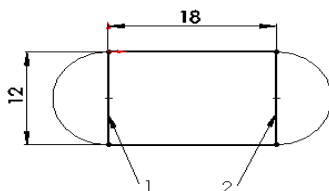
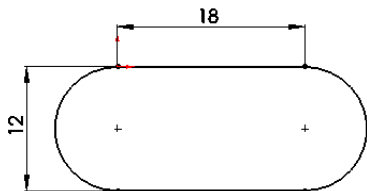

图 3-138 绘制的草图
图 3-139 剪裁的草图
**06** 绘制草图。在菜单栏中选择“工具”→“草图绘制实体”→“三点圆弧”命令，以矩形左边直线的端点为起点和终点绘制半径为6的圆弧；以矩形右边直线的端点为起点和终点绘制半径为6的圆弧，结果如图3-138所示。
**07** 剪裁草图。单击“草图”工具栏中的“剪裁实体”图标按钮, 剪裁图3-138中的直线1和直线2, 结果如图3-139所示。